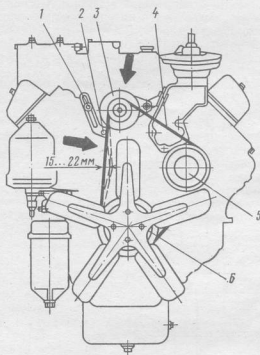

Рис. 1. Схема проверки натяжения ремней привода генератора и водяного насоса:
- Установить ремни привода водяного насоса и натянуть их (Рис. 1);